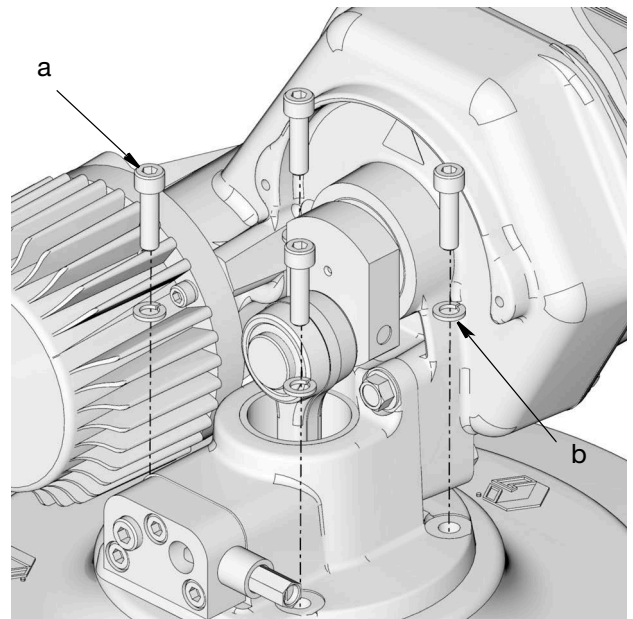

図 20
- Dyna-Star ポンプをカバーに固定しているネジ (a) とワッシャー (b) を取り外し、ポンプをカバーから取り外します (図 20)。たれよけ布で保護された作業台またはテーブルにポンプを配置します。